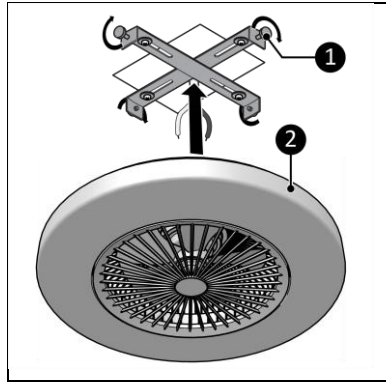

Figure 6
- Utilisez les vis latérales (Figure 6, pos. 1) pour attacher le ventilateur (Figure 6, pos. 2) au support de suspension.